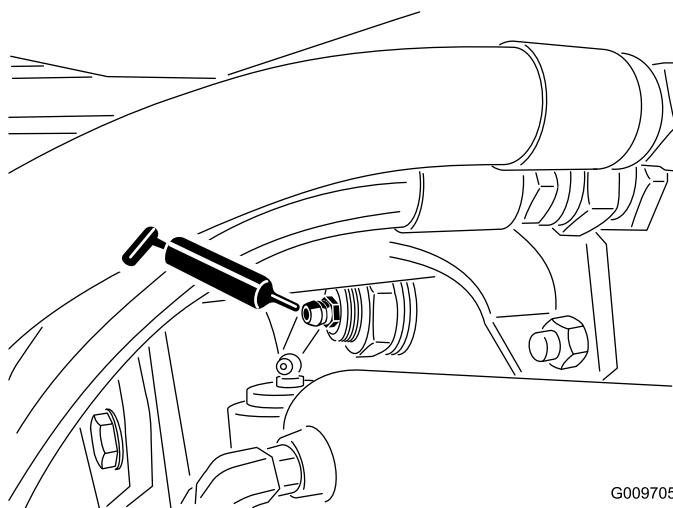

Figure 70
- Bagues de pivot de pont arrière (2) (Figure 70).